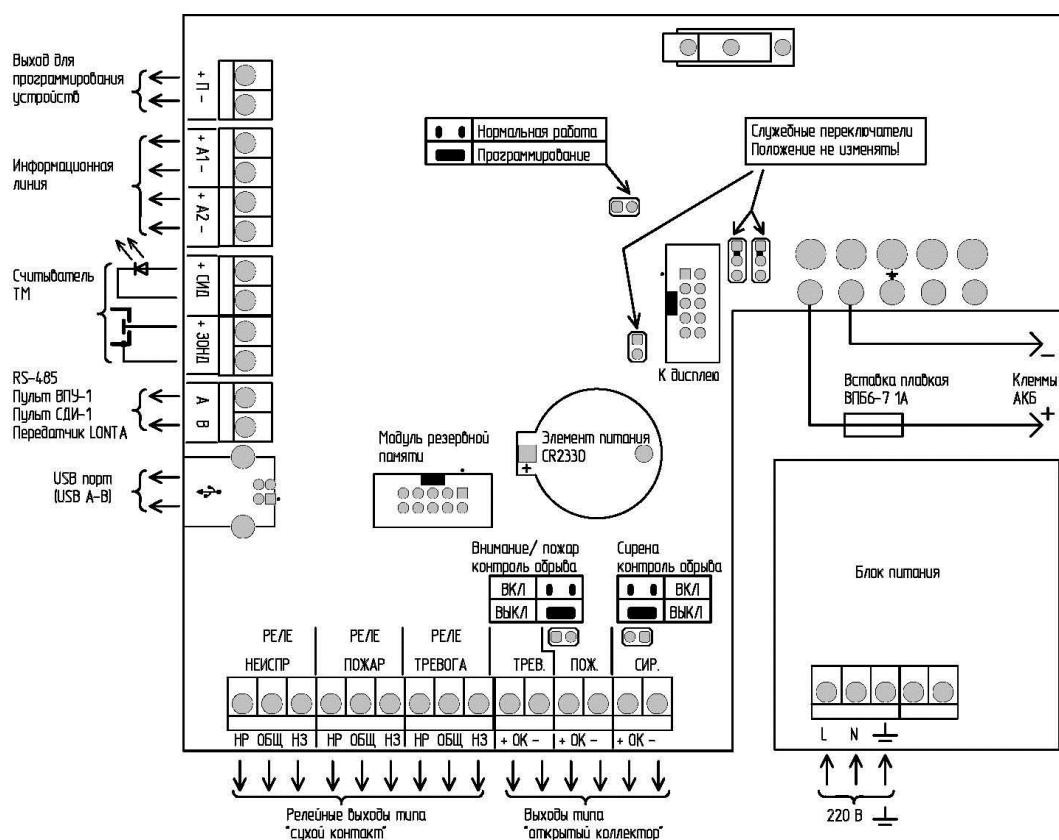

Рис. 3. Расположение клемм подключения на системной плате АПКП.
5.1.3. На блоке питания АПКП (рис.3) расположены клеммы питания ≈220В и заземления.
5.1.4. На системной плате (рис.3) расположены клеммы:
5.1.5. На системной плате рис.3 расположен также порт USB для подключения компьютера и разъем для установки дополнительной платы памяти.
5.1.6. На системной плате рис.3 расположены три перемычки (три джампера):